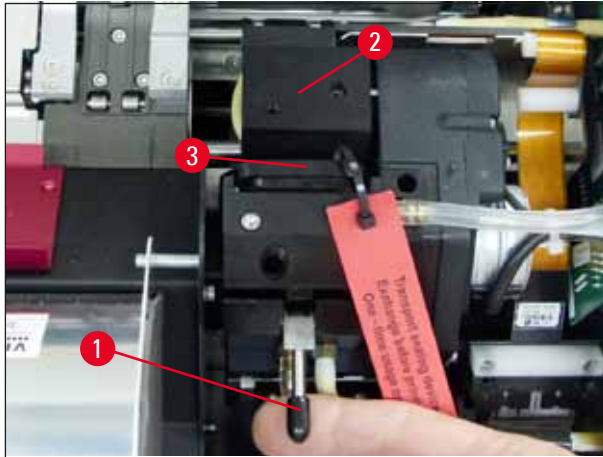

Fig. 34
4. Skrivarhuvudet (→ "Fig. 34-2") förflyttas uppåt och stannar cirka 1 cm från tätningssläppen (→ "Fig. 34").